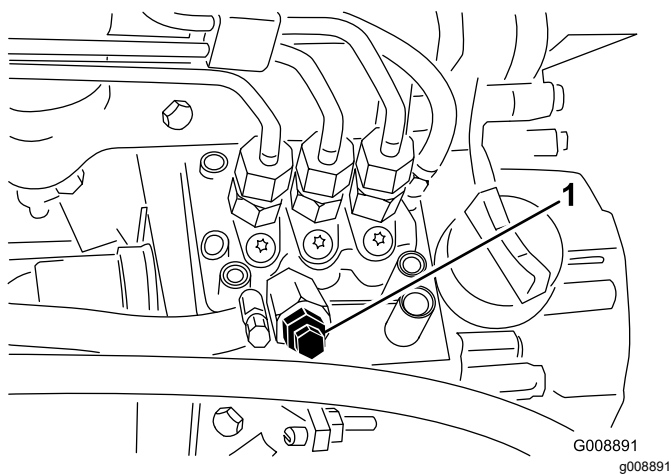

Figura 50
4. Abra o parafuso de extração de ar na bomba de injeção de combustível (Figura 50).